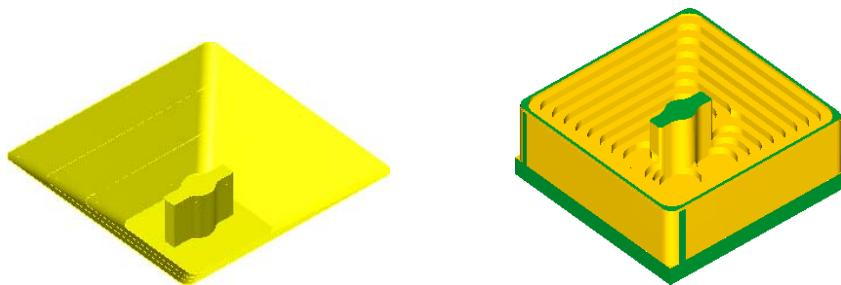

图 10-113 等高外形精加工曲面和精加工前的实体图
① 打开光盘中的“第 10 章\原始图形\10.2.6 等高外形精加工实例.MCX-7”文件。图 10-113 为等高外形精加工曲面和精加工前的实体图。